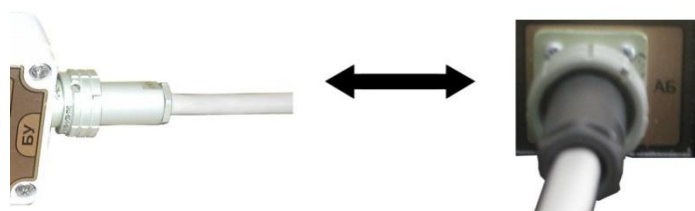

Рисунок 1.4.3. Подключение кабеля БО-485
5. Подключите кабель БО-485 (рисунок 1.4.3). Кабель пристыковывается к разъему БУ на оптическом преобразователе и разъему АБ на блоке управления (блоке управления и обработки). Подключение производить только при отключенном питании;